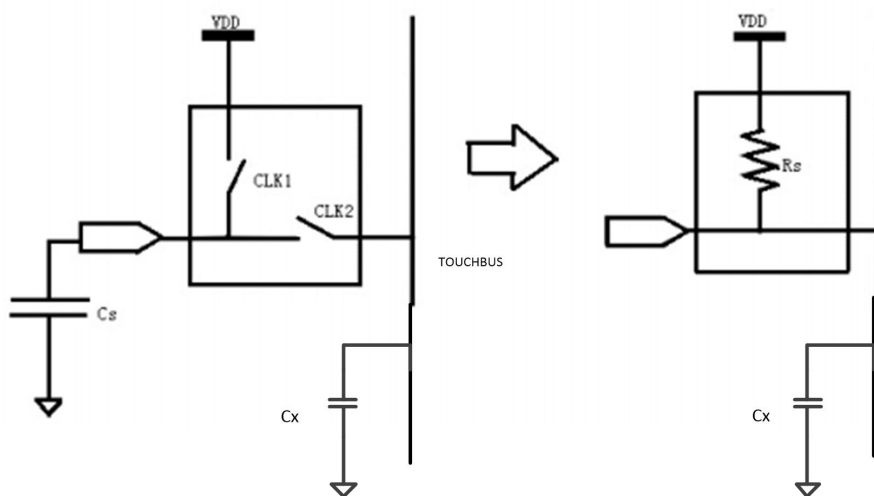

图 2 通道采集电路示意图
5、图 2 为通道采集时电路示意图，时钟发生器控制 CLK1 和 CLK2 成互补不交叠的开关，使得在 CLK1 闭合周期 VDD 给 CS 充电，在 CLK2 闭合周期 CS 给 CX 充电。CLK1 和 CLK2 在这里可以等效为一个电阻 Rs，Rs 公式如下：